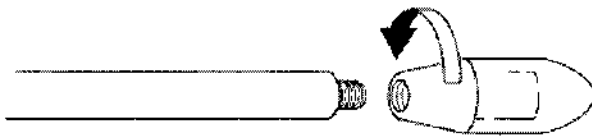

Figura 2. Enrosque completamente la punta en la varilla de tunelización.
3. Enrosque completamente la punta en la varilla de tunelización (Figura 2).